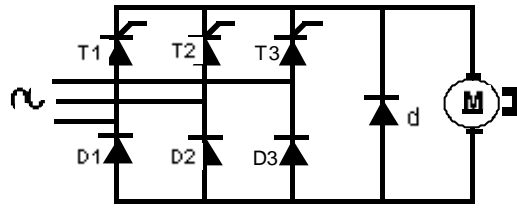

fig 5
- utilisation de pont mixte fig 5